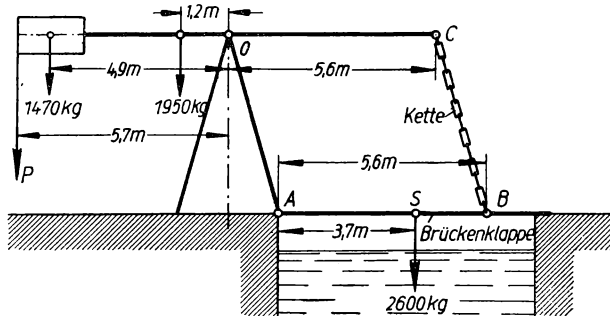

Bild 132
**267.** Bei einer Zugbrücke in einem Hafen wird die um die Achse  $A$  drehbare Brückenklaappe (Bild 132) mittels der Zugkette  $BC$  geöffnet. Das Gewicht 2600 kg der Klappe greift in ihrem Schwerpunkte  $S$  in 3,7 m Entfernung von der Dreh-